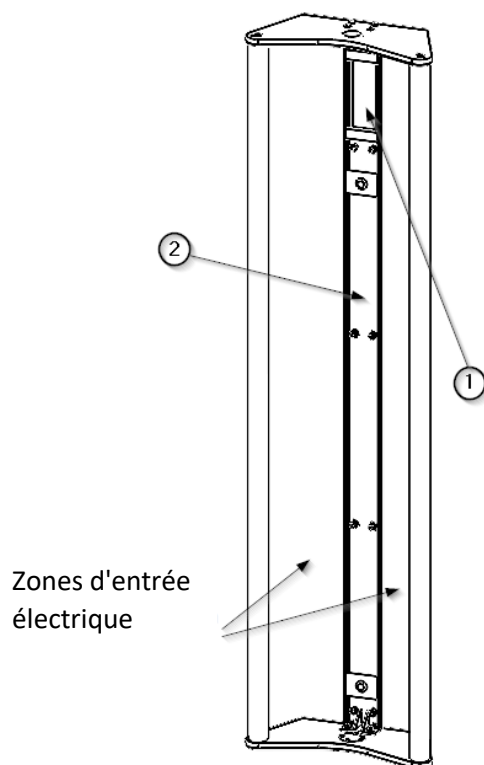

Fig. 1 Entrées d'approvisionnement dans la structure Adonis.
Seules les entrées pour l'alimentation en gaz médicaux ① peuvent être situées à l'arrière du dispositif, car elles se trouvent à un emplacement prédéterminé par la structure de l'Adonis, comme le montre la figure 1. L'alimentation de la partie électrique et de la partie voix et données du dispositif doit être à gauche et/ou à droite de la nervure centrale ②.
La figure 1 montre le système ADONIS sans le châssis en aluminium afin d'observer les entrées situées sur la partie structurelle.
- Les entrées électriques et de gaz sont exposées. Voir la figure 1.